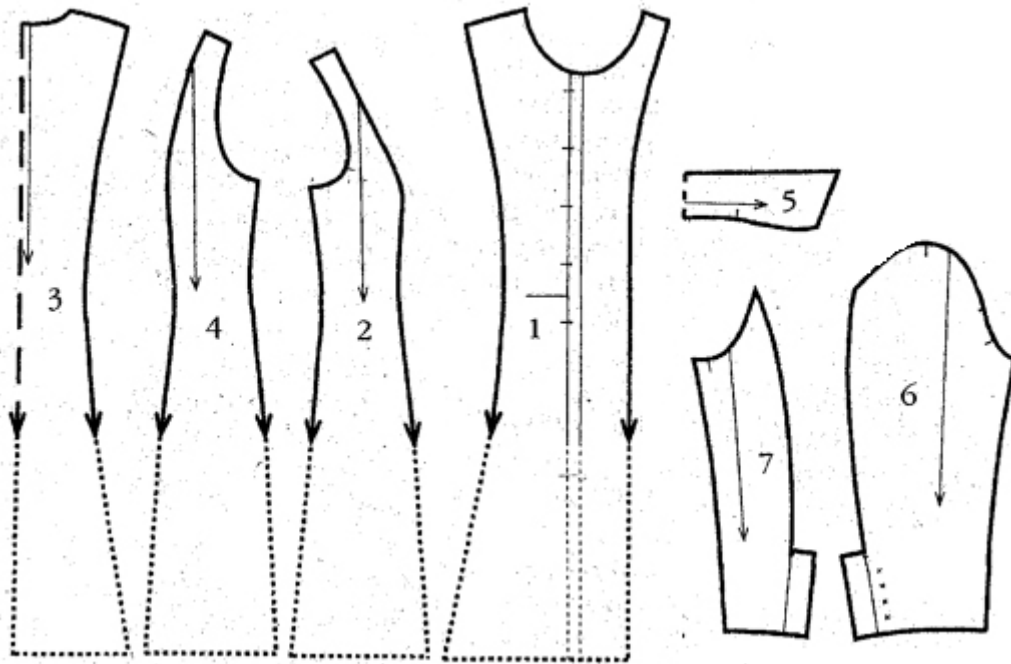

рис.1
- 1) подпишите количество деталей, названия деталей кроя (рис.1);